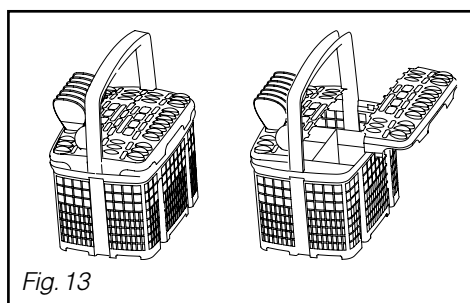

Fig. 13
**Des grilles amovibles sont à votre disposition si vous souhaitez un chargement des couverts ordonné.** (Fig. 13)